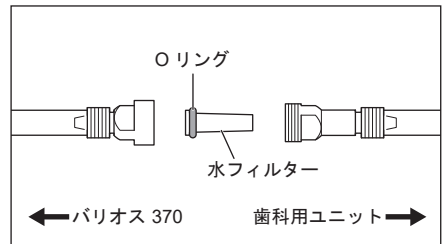

図 23
- 3) ケース付水フィルターが外れると、中から水フィルターが出てきます。同じ向きで新しい水フィルター(別売品)に交換して、取り外しと逆の手順で組み付けてください。(図 23)